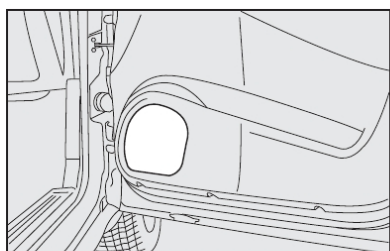

fig. 113
- alto-falantes na porta dianteira **fig. 113,**